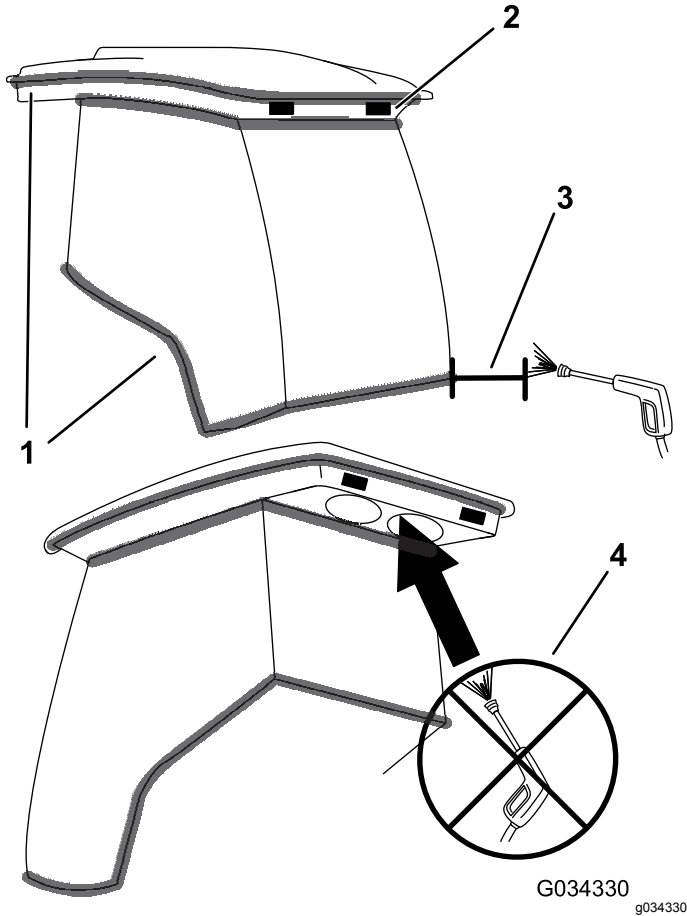

図 132
**重要** キャブのシール部分とライト部分に注意してください 図 132。圧力洗浄機を使用する場合は、洗浄機のノズルをキャブから少なくとも 60cm 離して洗浄してください。キャブのシール部分、ライト、後部のオーバーハングに高圧洗浄機の水を直接吹き付けしないでください。